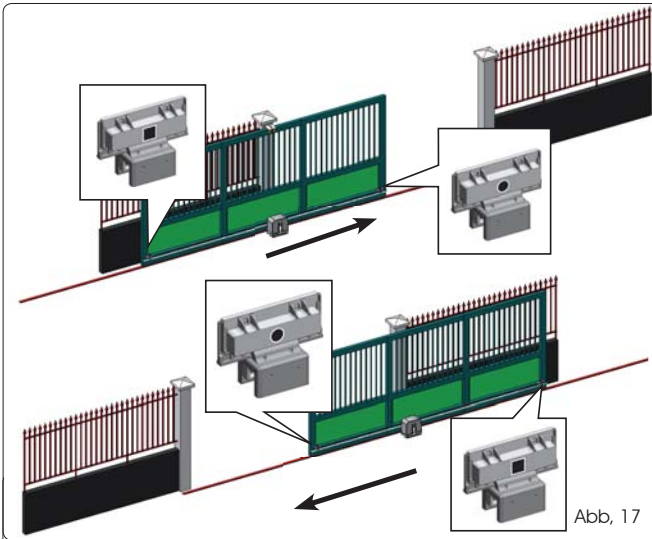

Abb. 17
2. Das Tor von Hand in die **Öffnungsposition** schieben und dabei einen Abstand von 40 mm zum mechanischen Endanschlag lassen (siehe Abb. 17).
(SIEHE ABB. 17)